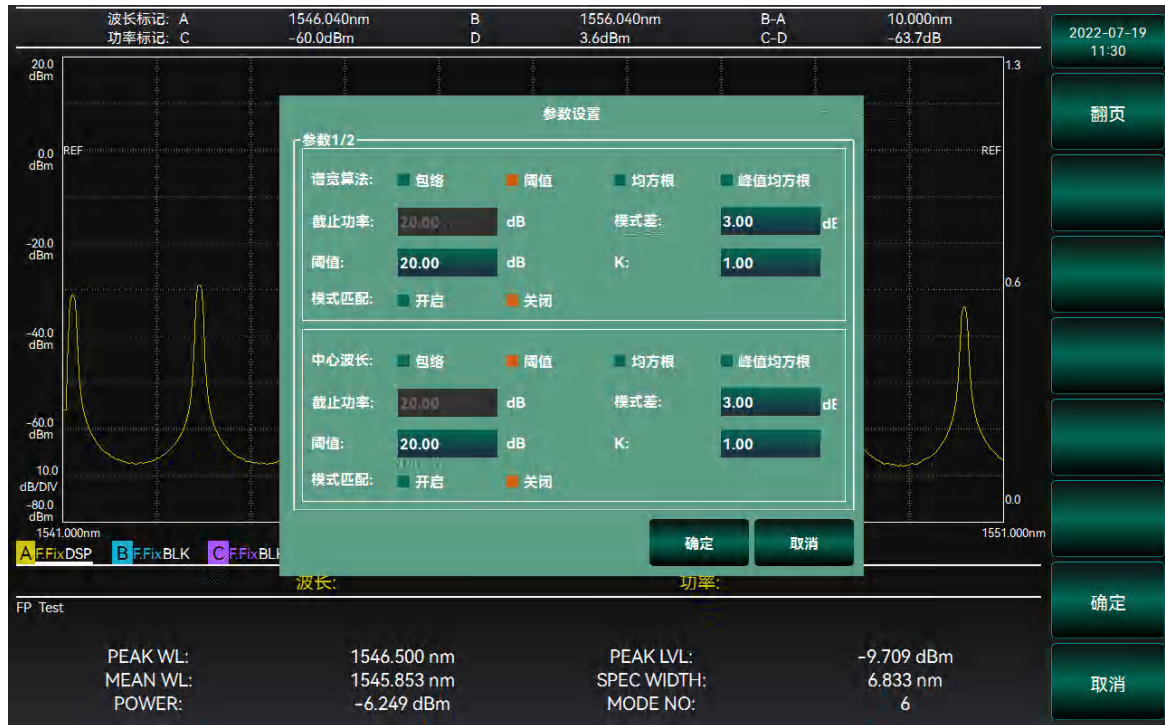

图 3-66 FP-LD 测试界面示意图
**【阈值功率】**参数可以在界面右侧菜单栏中点击选择，然后通过数字键或者旋钮输入并更改，可设置范围是 0.1~50.0dB，测试界面如图 3-66 所示。